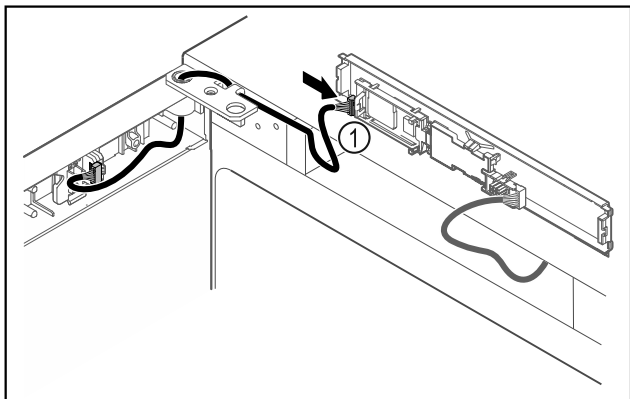

Fig. 46
- Natakните utikač Fig. 46 (1) na tiskanu pločicu.